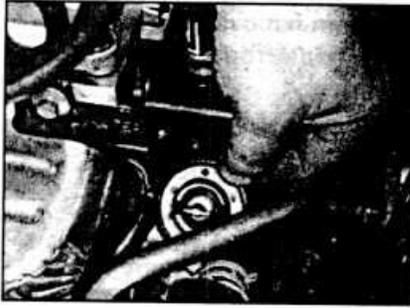

Рис. 3.12. Установка термостата клапаном вверх.
- На двигателях Zetec и Zetec-E установите термостат клапаном сверху (см. рис. 3.12).